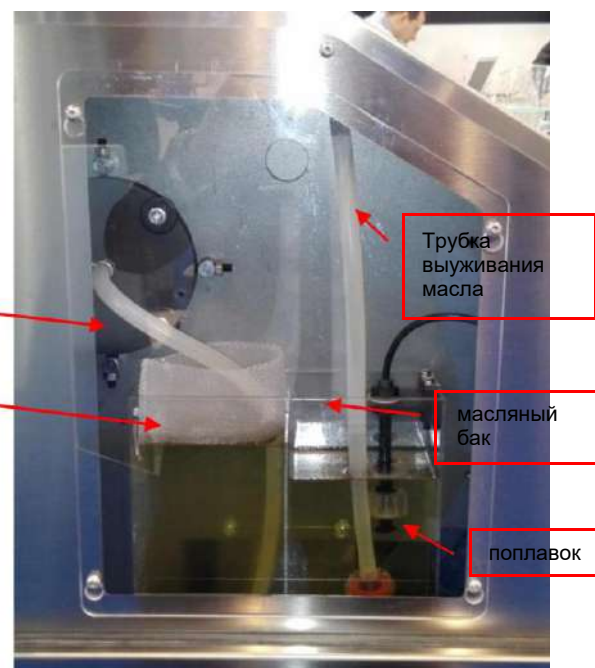

Рисунок 15: Окно для регулировки уровня масла
2. Снять прозрачную крышку (Рис. 15) и заполнить емкость подсолнечным маслом, либо минеральным вазелиновым маслом низкой вязкости. Уровень вязкости не должен превышать ISO VG 68.